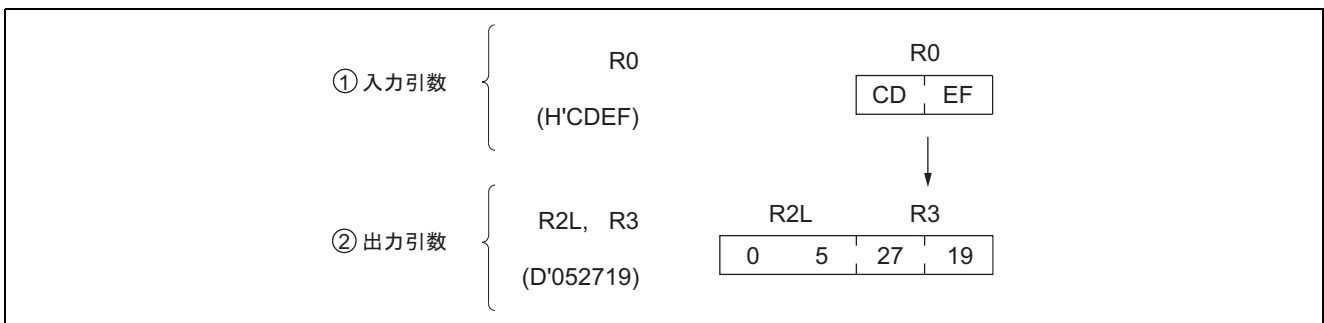

図 32-2 ソフトウェア HEX の実行例
(2) 図 32-2 にソフトウェア HEX の実行例を示します。